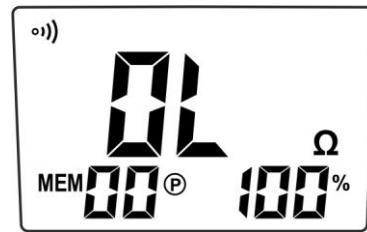

Fig. 5
4. À la fin de la séquence d'allumage, dans des conditions de fonctionnement normales, Fig. 5 associé à un son continu est affiché à l'écran.